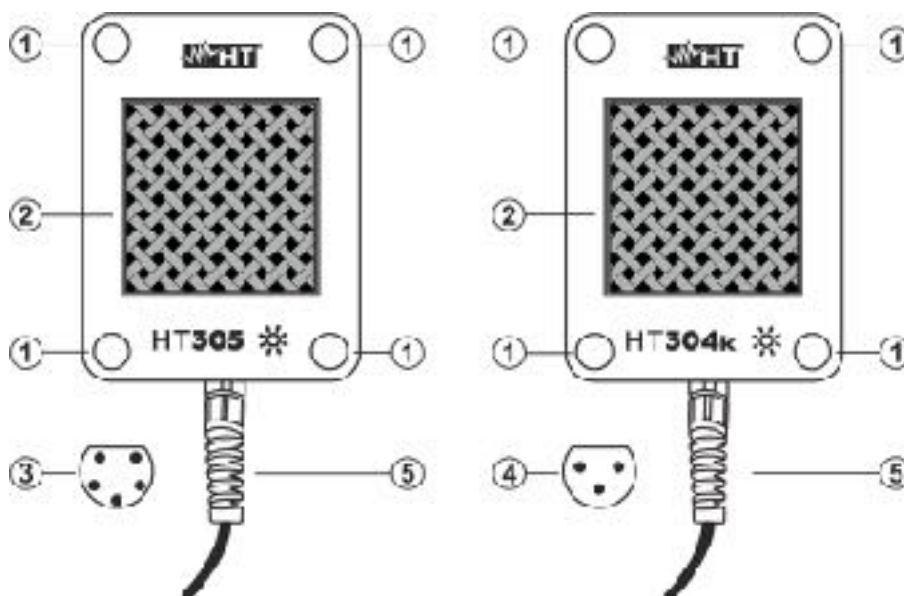

Fig. 1 Descrizione dell'accessorio
4. Collegare il connettore del cavo di collegamento (**5 poli per HT305** o **3 poli per HT304k** – vedere Fig. 1 – parti 3 e 4) all'unità remota SOLAR03 (HT305) o all'unità remota SOLAR-02 o strumenti Master con connettore HT 3 poli (HT304k)